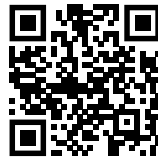

Fig. 101
- ▶ Ανοίξτε το Liebherr SmartMonitoring Dashboard. (βλέπε Fig. 101)